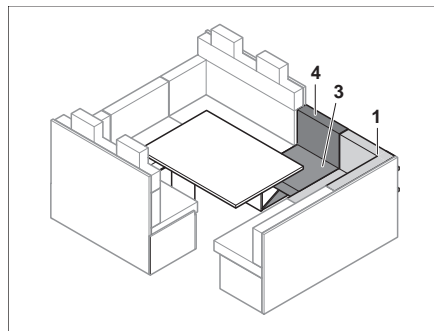

Fig. 120 Dopo l'estrazione
- Riapplicare i cuscini del divano (Fig. 120,1).